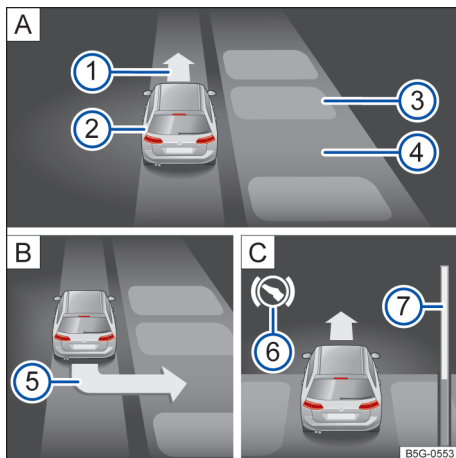

Fig. 159 No display do instrumento combinado: entrar na vaga de estacionamento transversalmente à pista.
- Entrar na vaga de estacionamento quando no display do instrumento combinado a solicitação para estacionar → Fig. 159 ⑤ for exibida → Página 215.
Legenda para Fig. 159:
- Frear quando um sinal sonoro soar indicando a mudança de sentido, um seta → Fig. 159 ① A acender, a indicação Acender ou uma mensagem surgir.